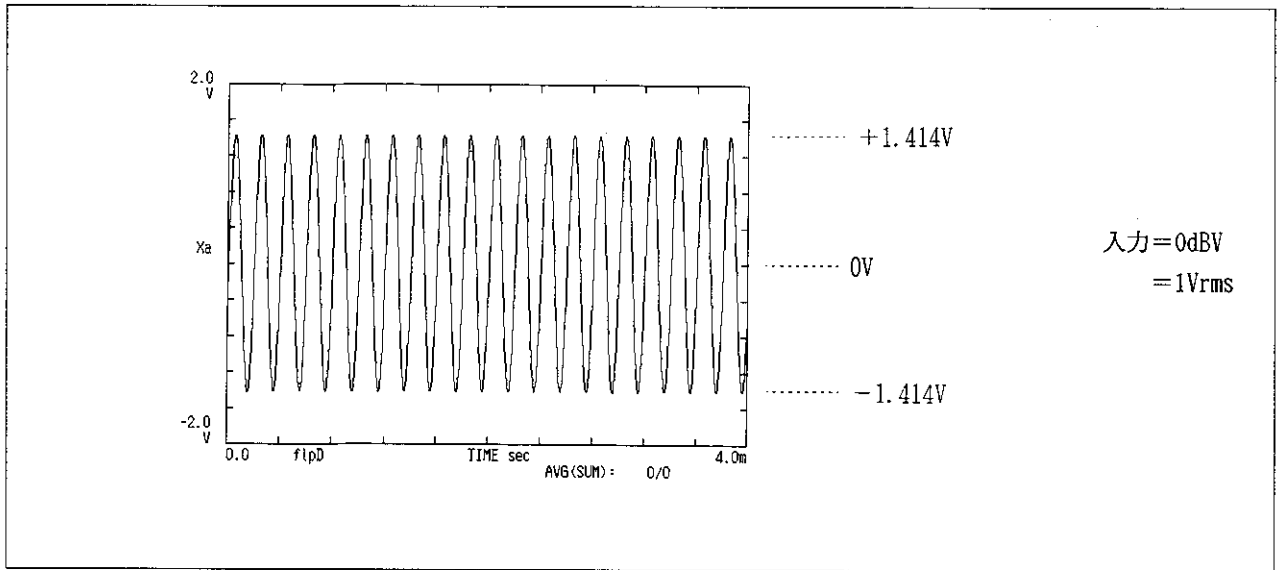
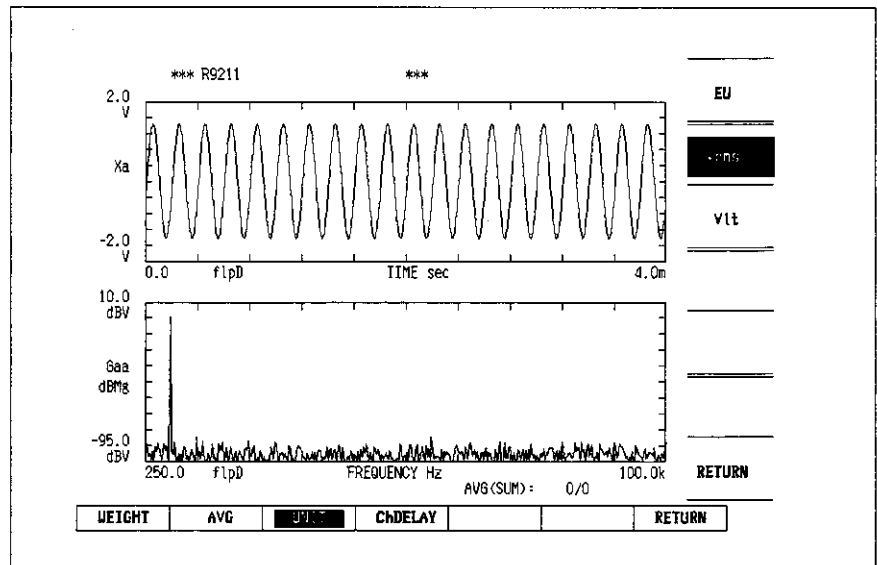
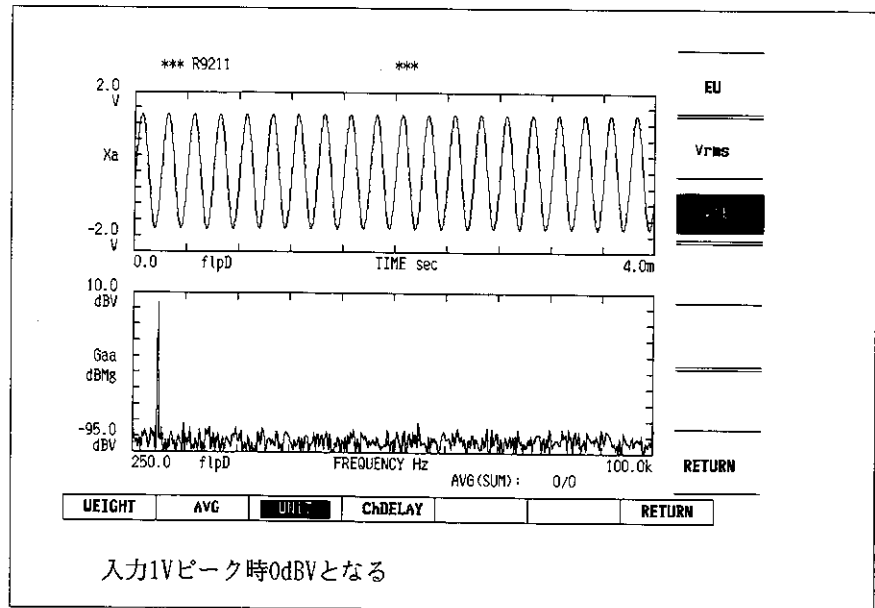

図4-11 入力波形
図4-12 Vrms 単位のとときの表示波形
図4-13 V/t単位の際の表示波形
- (1) 加速度計用電源を使用する場合は、図4-12のS2がOFF となり、AC結合となります。AC結合時の周波数特性は、-3dBポイントが 0.2 Hzとなっています。
- (2) 最大動作電圧は、+18V以下です。加速度計出力のピーク値が+18Vを越えると+入力端子の直流電圧が波形に追従せず、正しく測定できない場合があります。必ず、直流電圧レベルをチェックする必要があります。
スペクトラム表示の場合、**SETUP** の **UNIT** で単位系をVrmsまたはVlt に設定したときは、図4-11の入力に対して Yスケールは図4-12、図4-13の表示をします。